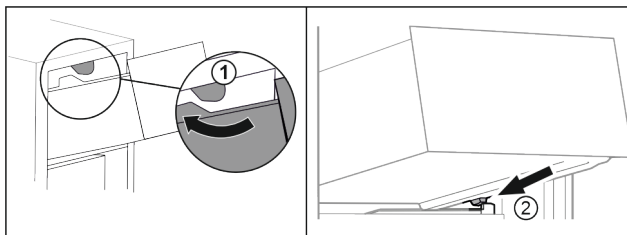

Fig. 63
- ▶ Duceți sertarul în jurul opritoarelor superioare. Fig. 63 (1)
- ▶ Așezați sertarul oblic în spatele opritoarelor inferioare pe nervura recipientului. Fig. 63 (2)